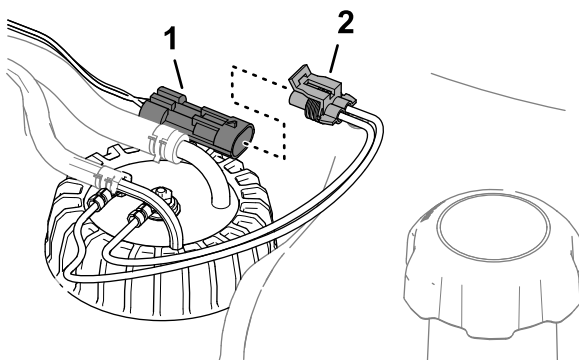

Figure 89
3. Débranchez le connecteur à 2 douilles du faisceau du transmetteur de niveau de carburant du connecteur à 2 broches du faisceau de la machine (Figure 89).